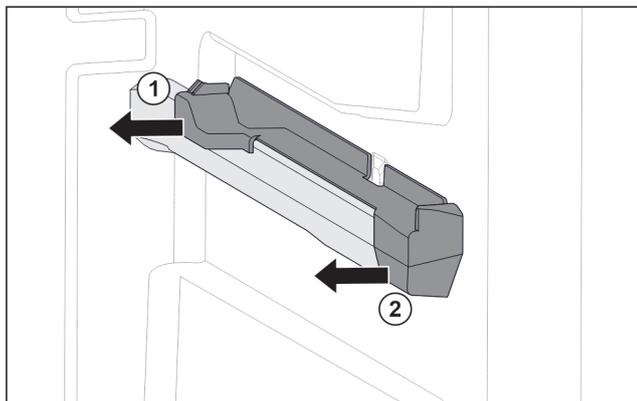

Fig. 103 Élément emboîtable sur la nervure de récipient droite
- ▶ Le retirer sur le côté par l'arrière. Fig. 103 (1)
- ▶ Le retirer sur le côté par l'avant. Fig. 103 (2)